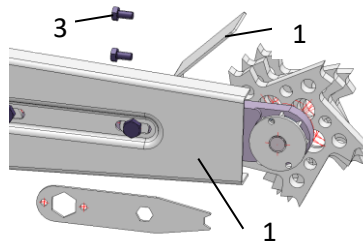

Fig. 4.: Montering verneplate
- > Monter verneplaten på sverdet (1 – fig. 4).
- > Norfresen har enda en verneplate (2 - fig. 4). Denne skrues fast på huset med to sekskantskruser (3 – fig. 4).